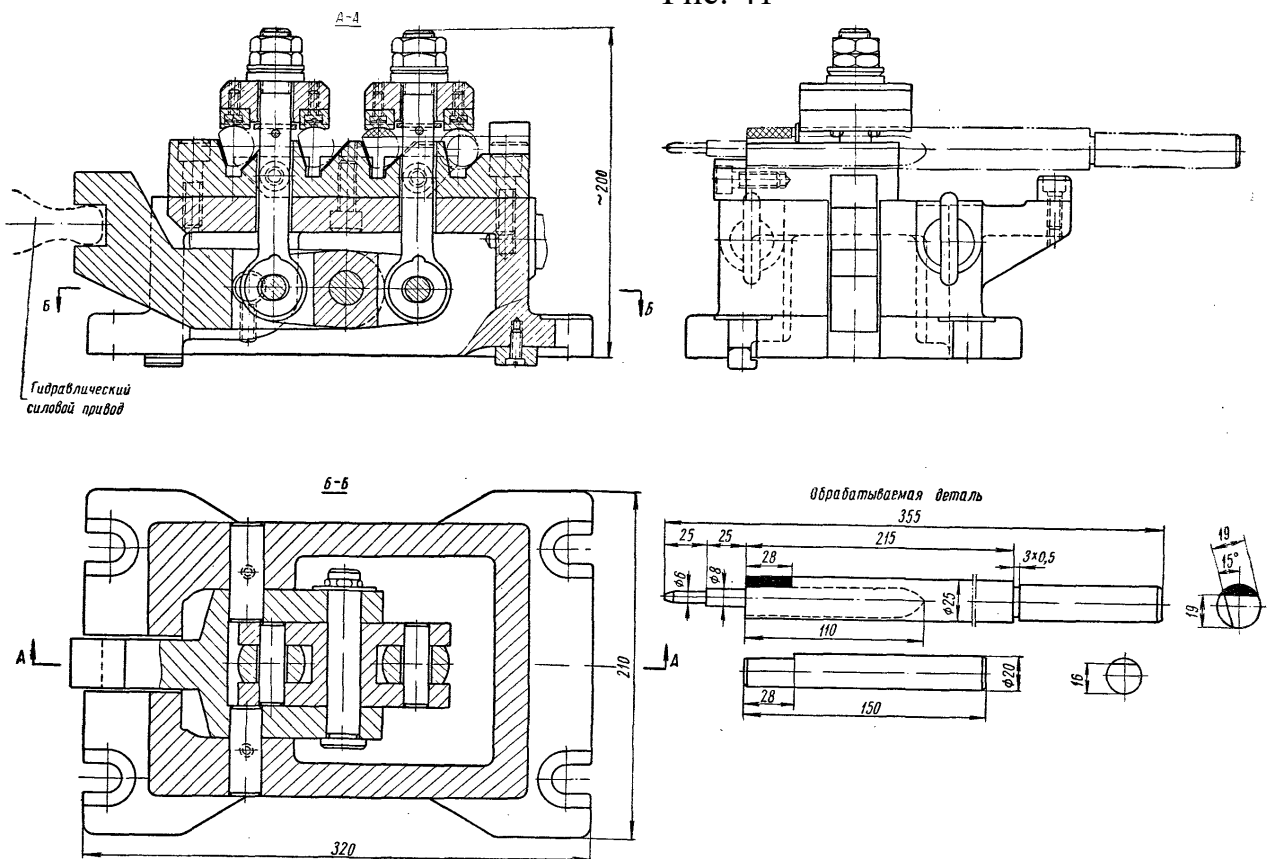

Рис. 42.
2. Составьте описание конструкции и принципа действия приспособления по рис. 42.